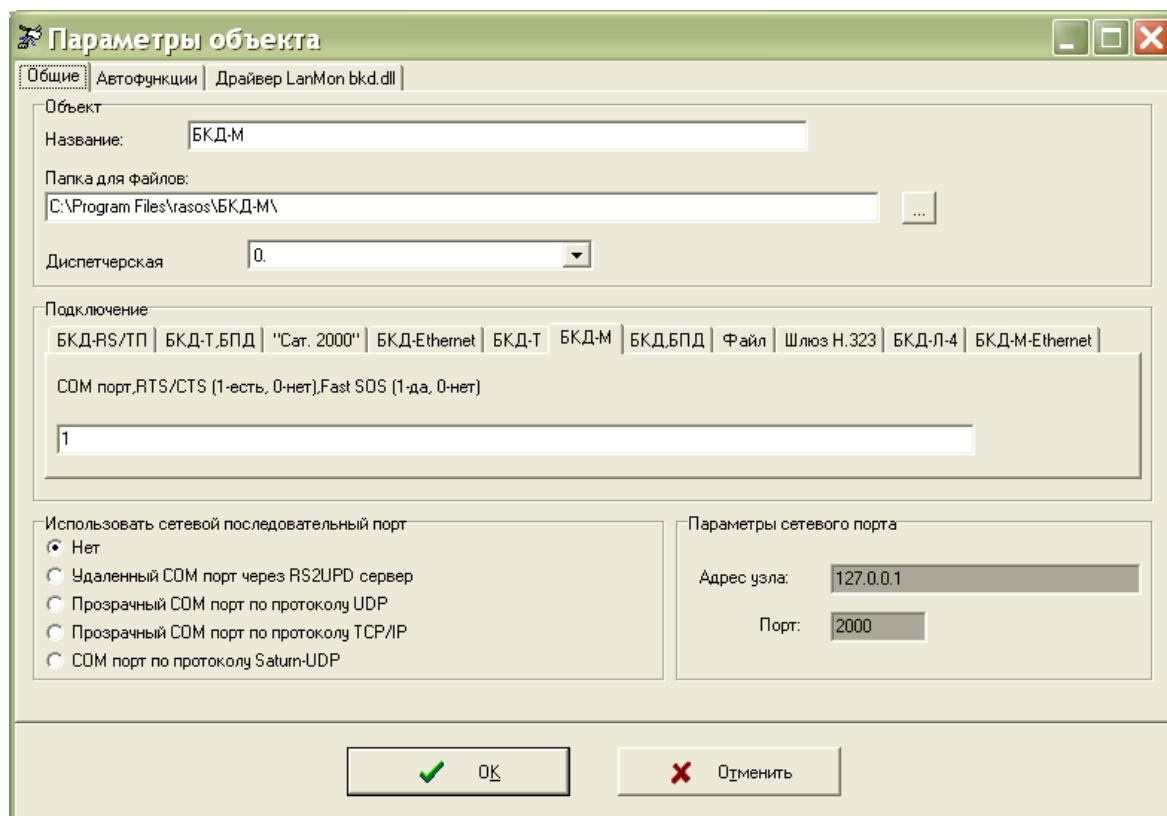

Рисунок 10
- 3) Создать подключение к БКД-М, указать номер СОМ порта ПЭВМ, к которому подключен БКД-М (рисунок 10).